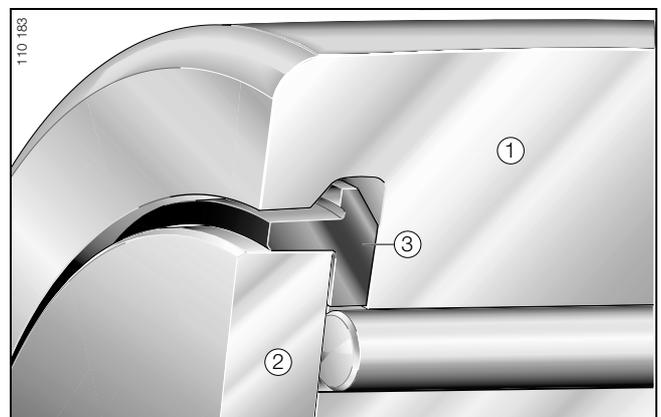

Figura 3 · Disco de fricción axial, de plástico, con labio obturador incorporado
La carga radial generada se conduce a través de los elementos rodantes (rodadura de agujas) y del anillo interior a la construcción anexa, mientras que la carga axial se transmite mediante el contacto deslizante entre el anillo exterior ① y el disco axial de apoyo ② (Figura 3).
- un disco de fricción axial, de plástico, ③ con un reducido coeficiente de rozamiento (Figura 3).
El disco de plástico está conformado de modo que aporta, además de sus cualidades de deslizamiento, la función de una buena obturación para los rodamientos (Figura 3):